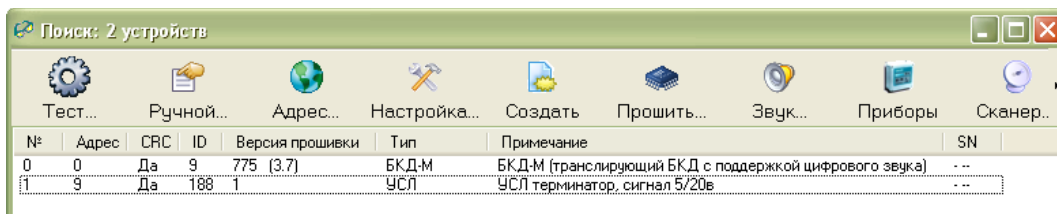

Рисунок 10 - Перечень адресных устройств
Выполнить команду поиска устройств «БКД/Поиск устройств...». В открывшемся окне «Поиск» выбрать строку с требуемым УСЛ-А(С), в графе таблицы «Версия прошивки» выводится номер версии встроенного программного обеспечения (рисунок 10).
Выполнить команду поиска устройств «БКД/Поиск устройств...». Для обновления программного обеспечения следует в окне «Поиск» выбрать строку с требуемым УСЛ-А(С), нажать на кнопку «Прошить...» (рисунок 10).
3) Выполнить поиск блоков в сервисной программе RASOS (рисунок 10). Проверить что найден блок УСЛ-А(С).
- 3) Выполнить поиск блоков в сервисной программе RASOS (рисунок 10).